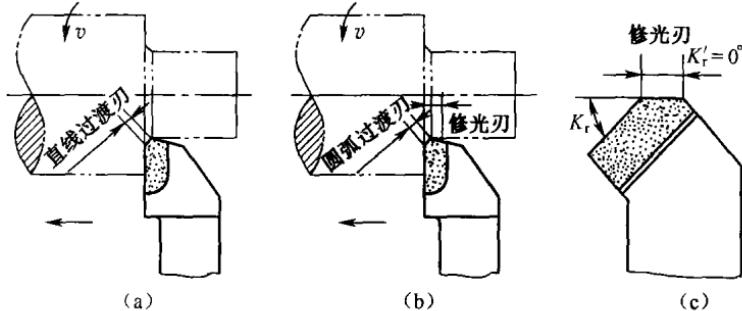

图 1-7 刀尖处的过渡切削刃和修光刃
过渡切削刃可以磨成直线形或圆弧形的, 如图 1-7(a), (b) 所示。
(3) 修光刃 修光刃就是在过渡刃与副切削刃之间, 磨出一小段直线刃, 如图 1-7(b), (c) 所示, 这个直线刃是和车刀走刀方向(也称进给方向)相平行的。车削时, 修光刃对工件可起修光作用。尤其在强力切削粗加工情况下, 由于进给量增大, 工件表面不容易光洁, 但有了修光刃, 它就可以降低工件表面粗糙度。